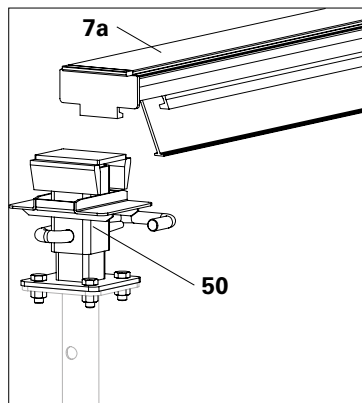
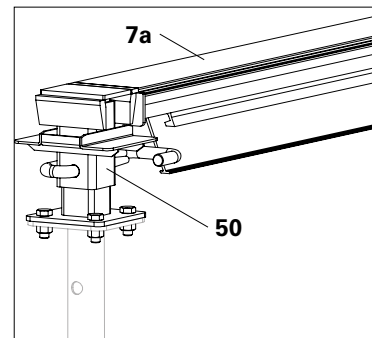

Fig. B7.05
Fig. B7.06
2. Posizionare un puntello con la relativa testa montata (51) o con la testa a caduta (50) sull'altra estremità della trave. (Fig. B7.05)
- Collegare il puntello e la relativa testa (51) usando 4 x bulloni M12 x 30.
- La trave per soletta (7a) deve poggiare completamente sulla testa del puntello (51) o sulla testa a caduta (50). (Fig. B7.06)
3. Mettere il puntello della trave in posizione perpendicolare e sollevare per raggiungere l'altezza richiesta finché la trave per soletta (7a) non è in orizzontale. (Fig. B7.06)